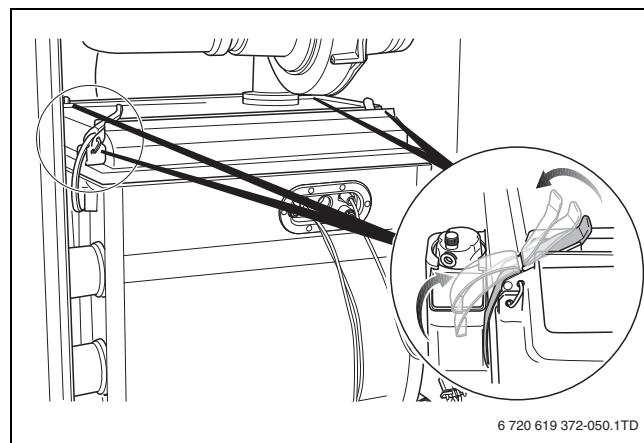

Fig. 88 Aprire le chiusure a scatto
- Aprire le 4 chiusure a scatto sul coperchio del bruciatore (→ fig. 88). Le chiusure a scatto possono essere in tensione.